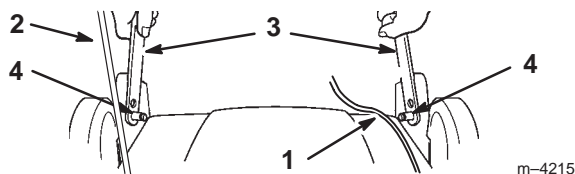

Figure 2
5. Poser le mancheron supérieur sur le sol derrière la tondeuse, étiquette vers le haut, en faisant passer les câbles de commande entre les supports de montage du mancheron (Fig. 2).
1. Serrer le bas des deux branches du mancheron inférieur, engager les trous du bas des branches sur les goujons des supports de mancheron, et lâcher le mancheron (Fig. 2).